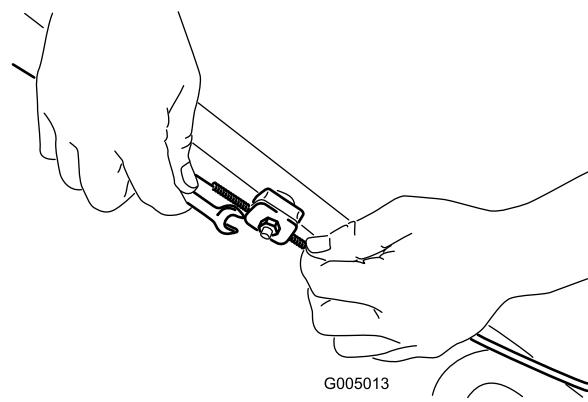

**Figure 26**
4. Retirez la jauge (Figure 26).
11. Observez le niveau d'huile indiqué par la jauge (Figure 26).